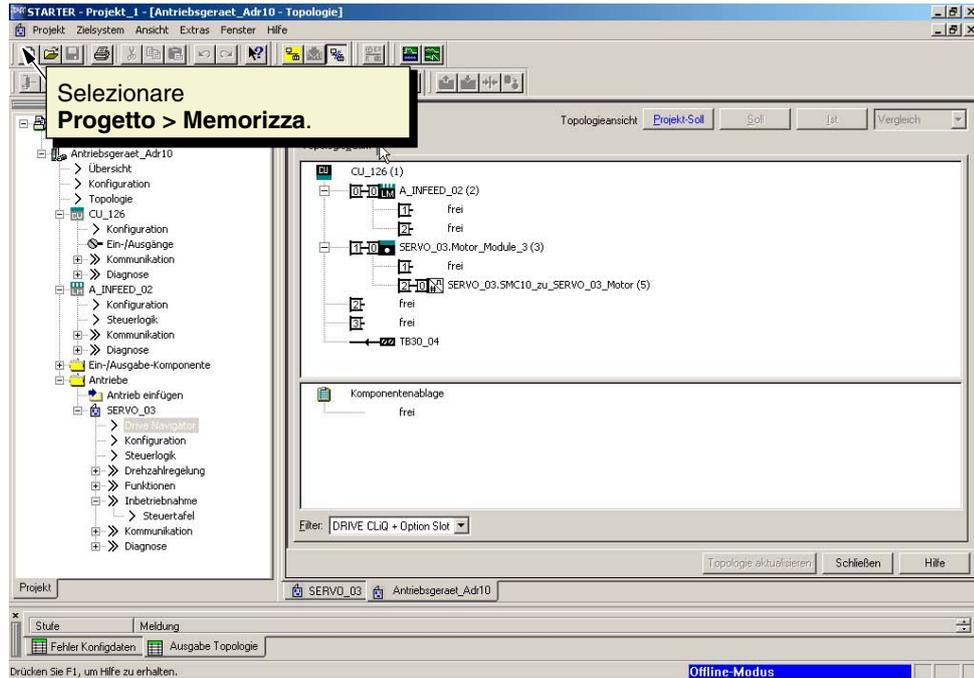

Fig. 10-64 Struttura della topologia
10. Verificare la topologia e i collegamenti DRIVE-CLiQ in questa finestra e confrontarli con la topologia reale (vedere la fig. 10-64).